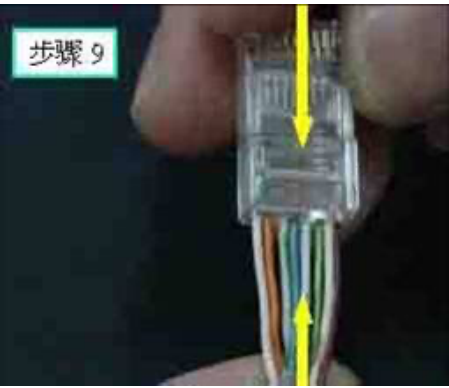

图 11 将线排插入 RJ45 水晶头
9. 将线排插入 RJ-45 水晶头，如图 11 所示。注意：水晶头带塑料卡的一面是背面，应插入水晶头的正面，从左向右依次是 1~8 号线序。